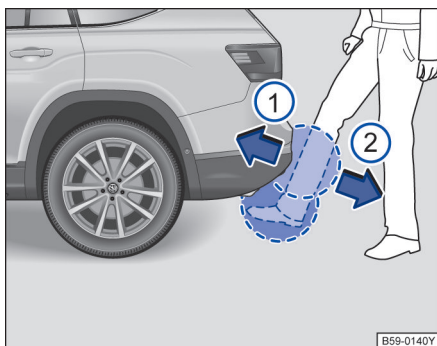
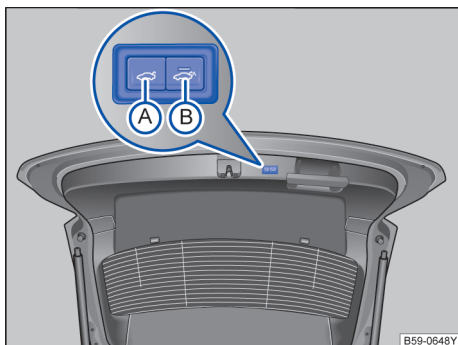

图 69 感应式行李厢盖（Easy Open）。
图 70 打开的行李厢盖内：用于电动关闭行李厢盖的按钮。
→ 图 70 的图例：
- ☞→图 70。即使点火开关关闭时，按钮也能起作用。
- 在已打开的行李厢盖内短按按钮 ☞→图 70 ①
- 适用于：带无钥匙闭锁/启动系统 Kessy 和延迟关闭的汽车：按下延迟关闭按钮→图 70 ②，以自动关闭行李厢盖。
- 按住已打开的行李厢盖内的按钮  → 图 70 A 直至危险报警闪光灯闪烁。
- 脚和小腿快速移动到尽量靠近保险杠。小腿必须位于上部传感器区域，脚必须位于下部传感器区域内 → 图 69 ①。
- 从传感器区域内迅速移开脚和小腿 → 图 69 ②。行李厢盖自动打开。
如果在已打开行李厢盖的附近 → 图 69 有一把有效的汽车钥匙，则可通过操作延迟关闭按钮 → 图 70 B 延迟关闭行李厢盖。只有当有效的汽车钥匙从汽车附近移开时，行李厢盖才会自行关闭 → 第 67 页。此时，整车不会闭锁。
- 如果延迟关闭按钮 → 图 70 B 的指示灯闪烁，则关闭功能已激活。行李厢盖保持打开状态。
- 或：关闭期间，有效的汽车钥匙重新返回至行李厢盖接近范围。→ 图 70 B 按钮中的指示灯快速闪烁，确认功能中断。行李厢盖再次打开。